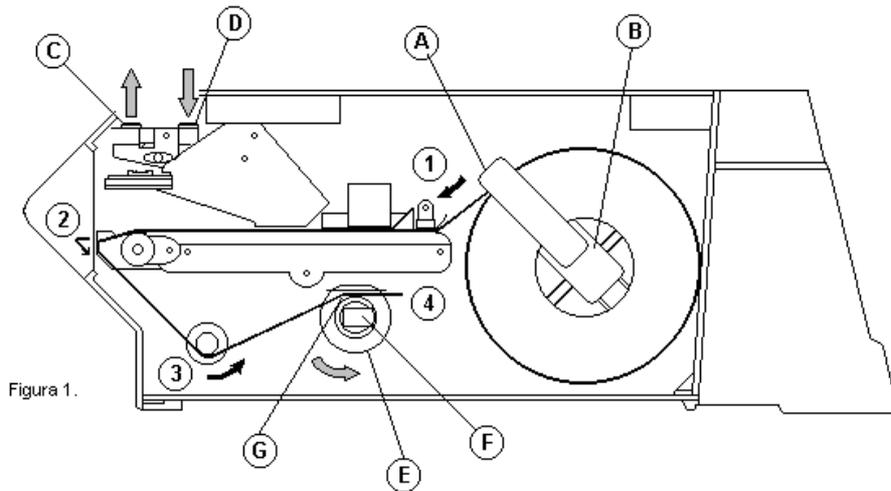

Figura 1.
1. Gire y luego tire hacia afuera la traba **A** de la figura 1 como se ve en la figura 2.